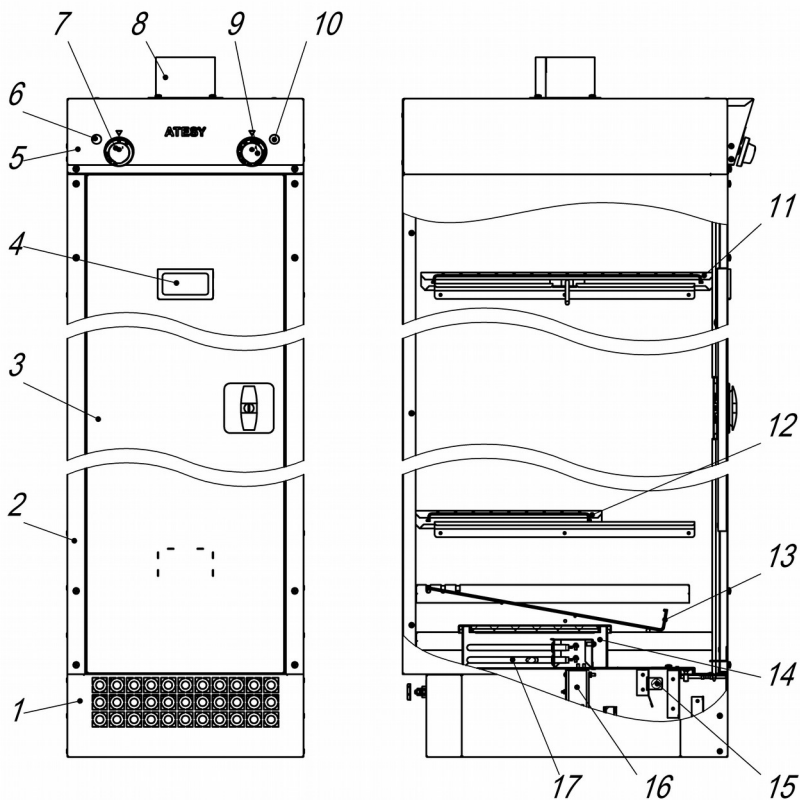

Рисунок 1
1.3.2.1 Изделие, см. рисунок 1, представляет собой корпус 2 из легированной стали, установленный на основание 1. Спереди установлена дверь 3 с замком. На двери 3 находится карман 4 с оргстеклом для информационной карточкой.